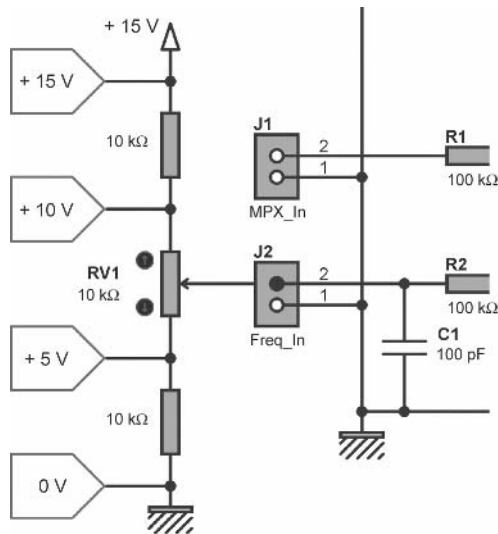

Figure 8.3
**Tentatoo** – Si vous ne câblez pas les extrémités du potentiomètre directement à la masse et au +15 V, mais que vous ajoutez une résistance de même valeur que celle du potentiomètre dans la liaison de masse et encore une autre dans la liaison du +15 V, la tension de 15 V (entre masse et +15 V donc) va se répartir équitablement entre les deux résistances et le potentiomètre, avec 5 V sur chacun des trois éléments. C'est ce que montre la **figure 8.3**.